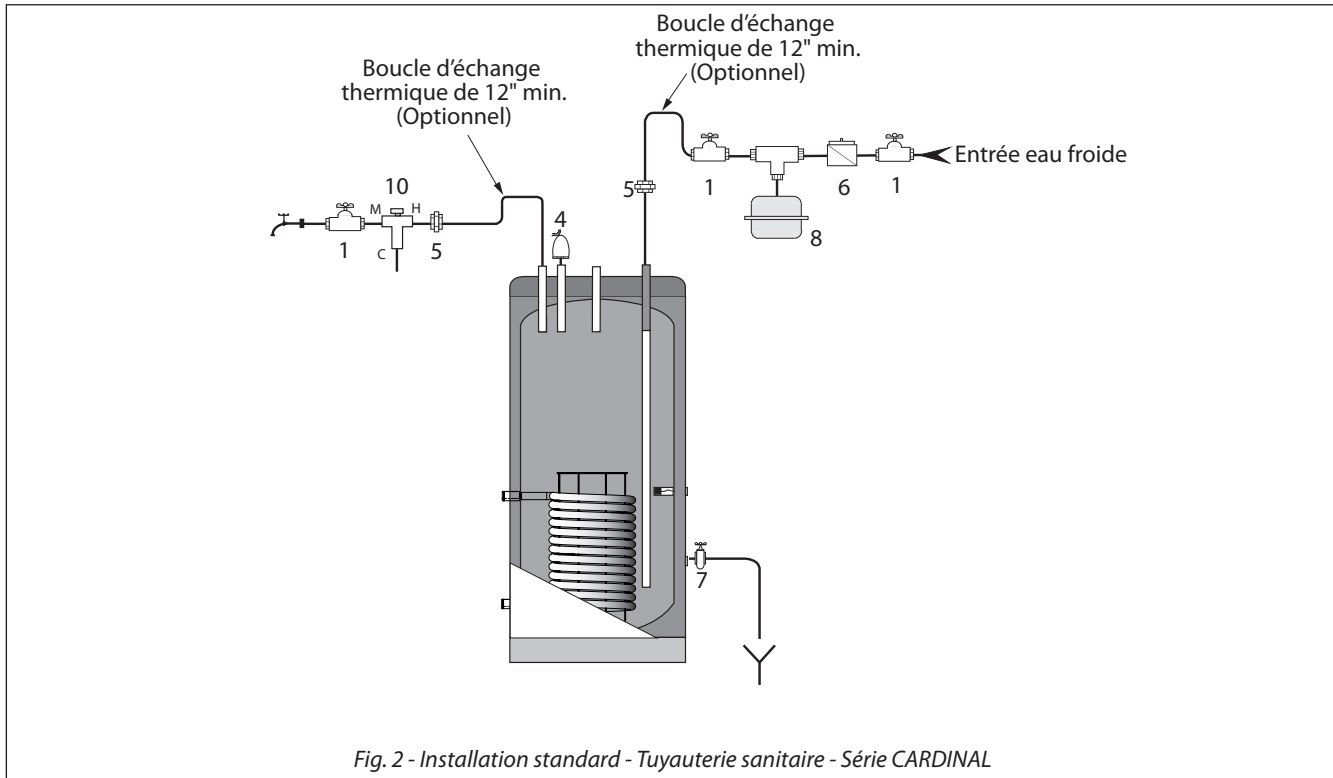

Fig. 2 - Installation standard - Tuyauterie sanitaire - Série CARDINAL
Installez la soupape de sûreté T&P dans le raccord T&P situé sur le dessus du chauffe-eau (voir «*Fig. 2*» à la page 8).
- Installez le robinet de vidange sur le raccord de vidange (voir «*Fig. 2*» à la *page 8*).
- Pour le schéma de la tuyauterie d'eau sanitaire, se référer aux «*Fig. 2*» à la *page 8* et «*Fig. 3*» à la *page 8*.